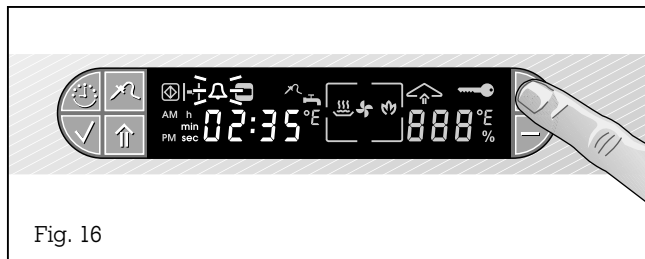

Fig. 16
- premete il tasto + sul display. Il simbolo Δ (Timer) lampeggia (Fig. 16).